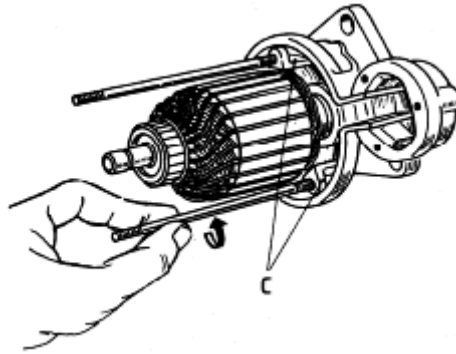

Figura 48:Induzido ([6])
O eixo do induzido encontra-se fixado na tampa dianteira do motor de arranque, conforme indica a figura 48, na qual temos o momento em que se desmontam os parafuso-guia, para facilitar a extração do rotor. Nesta operação o suporte (C) de topo fica solto, libertando a forquilha de comando, o rotor, o sistema de pinhão de ataque e embraiagem de roda livre.